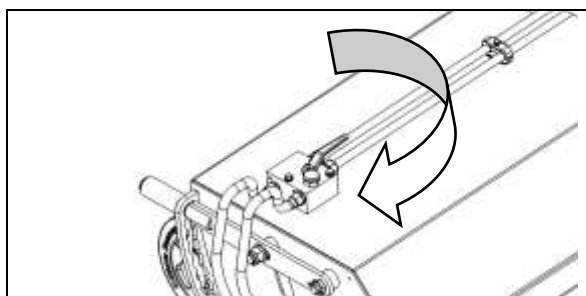
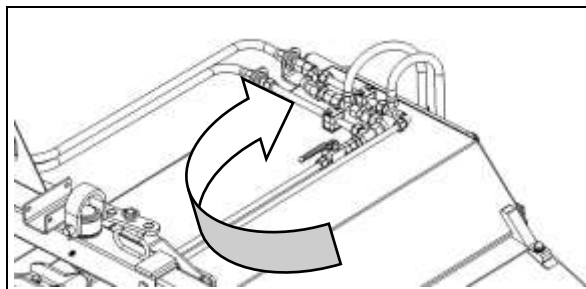

Fig. 4.13
Fig. 4.14
- Åben spærreventilen til hydraulikmotoren på sidebørsterne (fig. 4.13), samt hydraulikcylinderen på opsamlerkassen (fig. 4.14).